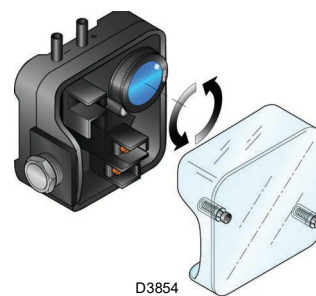

Fig. 26
- Regular el presostato aire (Fig. 26 en la pág. 27) en el inicio de la escala.
Efectuar la regulación del presostato aire, después de haber efectuado todas las demás regulaciones del quemador, con el presostato aire ajustado al inicio de la escala (Fig. 26).